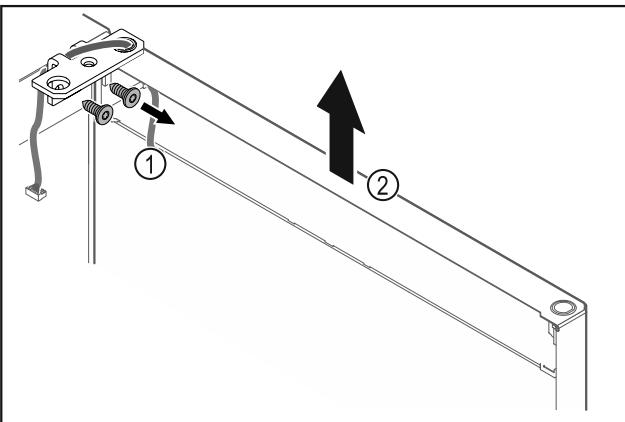

Fig. 19
► 拧下合页角铁 Fig. 19 (1)。
► 将冰箱门连同合页角铁一起笔直向上提升 Fig. 19 (2)大约200 mm并取下。